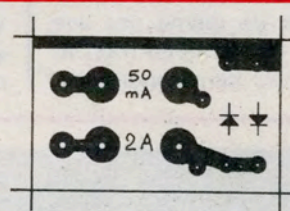

Fig. 13. - C.I. E.
- **Le C.I.E.** Voir figure 13. Simple face portant les fusibles de sécurité et les diodes de protection des shunts.